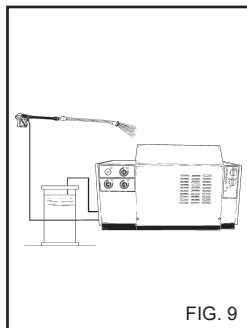

FIG. 9
3) Kun olet käyttänyt pesuainetta, huuhtelee sen syöttöpuoli; aseta pesuaineen imuletku (fig. 9) säiliöön jossa on puhdasta vettä ja anna pumpun käydä 1 minuutin ajan annosteluhana täysin auki ja kärkeä pesuainesyöttöasennossa. Suorita toimenpide ensin, kun pesuaineen valitsin on asennossa "1" ja tämän jälkeen asennossa "2".
5) Kun olet käyttänyt pesuainediä, huuhtelee sen syöttöpuoli; aseta pesuainediin imuletku (fig. 9) säiliöön jossa on puhdasta vettä ja anna pumpun käydä 1 minuutin ajan annosteluhana täysin auki ja karkkiosa pesuainediin syöttöasennossa. Suorita toimenpide ensin, kun pesuainediin valitsin on asennossa "1" ja tämän jälkeen asennossa "2".